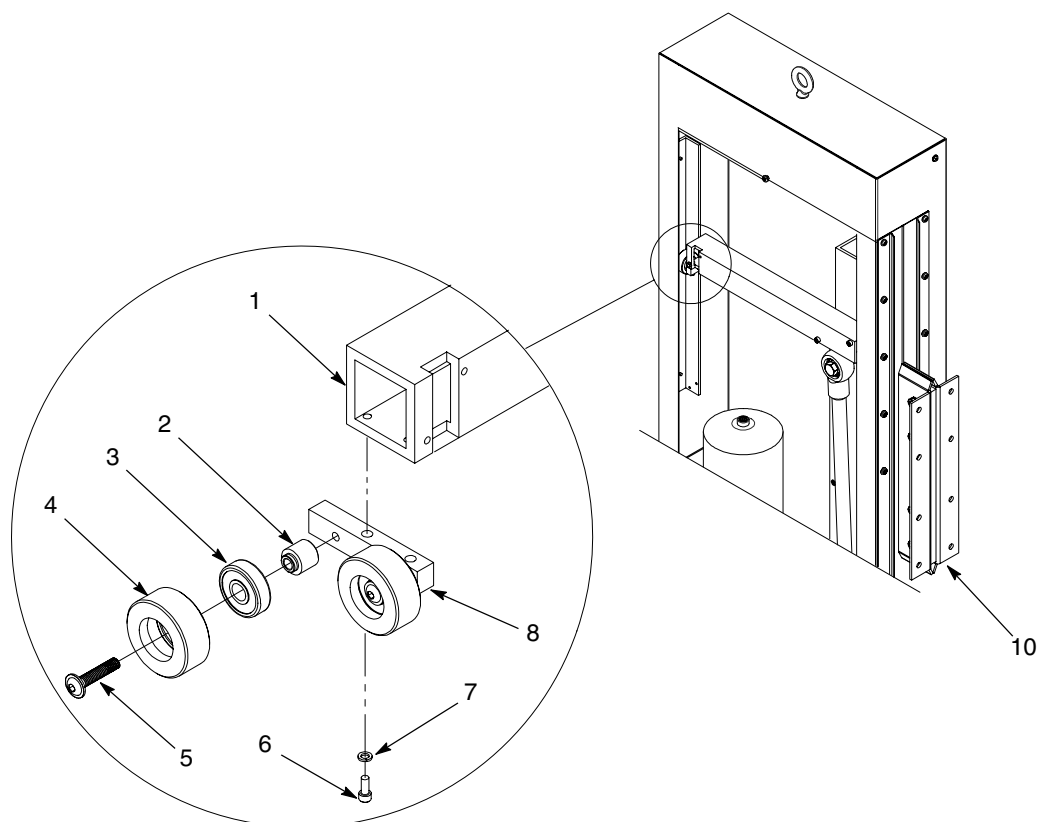

Рис. 12 Типовой узел роликов (показана конфигурация ЧРЭ)
2. См. рис. 12. Убедиться, что каретка распылителей (10) находится в положении хода вниз.
3. Вывернуть винты (6) и снять стопорные шайбы (7) крепления блока роликов (8) на штанге стабилизатора (1).
4. Вывернуть винт с полукруглой головкой и буртиком (5) крепления ролика (4), снять подшипник (3) и ось (2) блока роликов (8). Выбросить только ролик и подшипник.
5. Поставить новый ролик (4), новый подшипник (3) и ось (2) на блок роликов (8), используя винт с полукруглой головкой и буртиком (5). Надежно затянуть винты.
6. Закрепить блок роликов (8) на штанге стабилизатора (1) с помощью стопорных шайб (7) и винтов (6). Надежно затянуть винты.